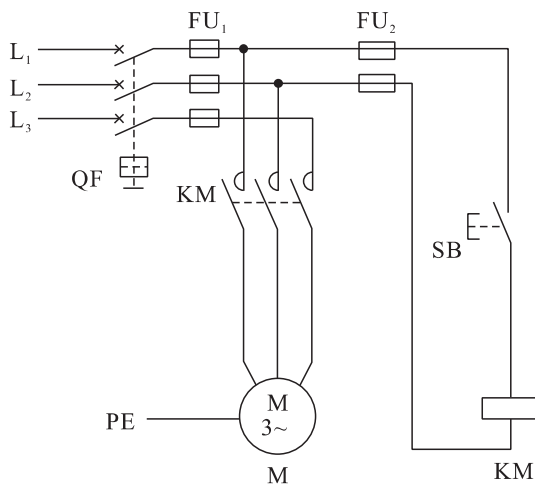
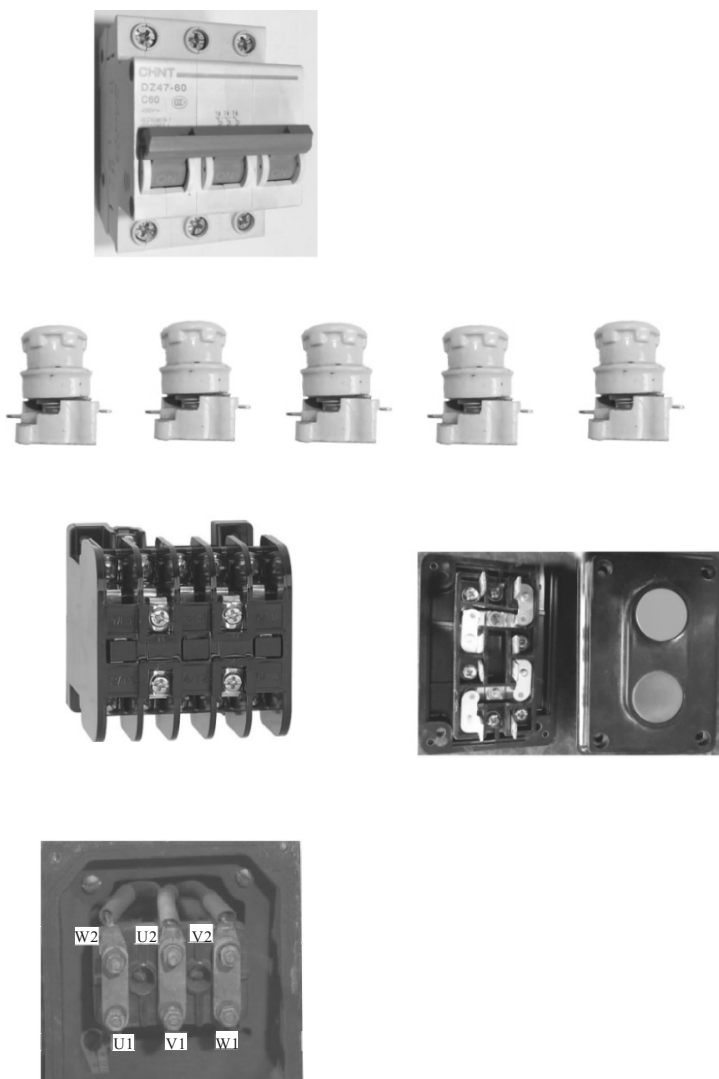

图 1-1 点动正转控制线路
图 1-2 点动控制电器元件分布图
(1) 根据图 1-1 所示电动机点动正转控制电气原理图，分析工作原理。
根据图 1-1 所示的控制要求，在图 1-2 中画出电路连接线，并标出相应电气符号